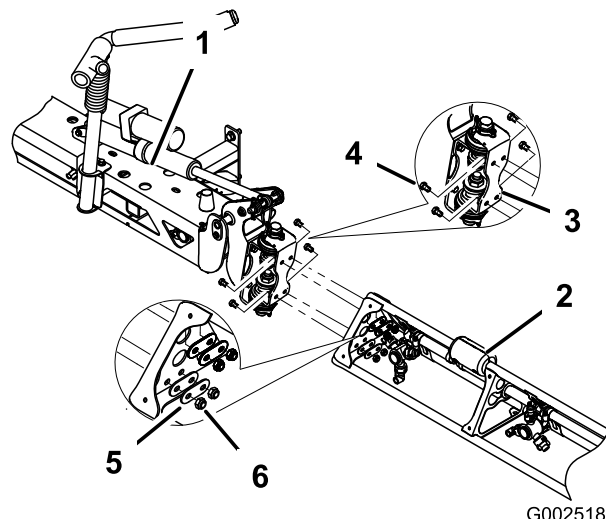

図 15
7. ヒンジプレートのところで、中央ブームにエクステンションブームを取り付ける；ステップ6で取り外したボルト4本、ワッシャ4枚、ナット4個を使い、図 15のように取り付ける。